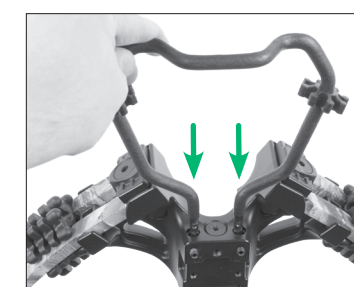

FIGURA 5
- 8a** Inserte las dos puntas del estribo (Parte J) en los orificios de montaje del estribo (Parte 13) en la empuñadura. Las ranuras de retención de la parte inferior del estribo deben alinearse con los orificios para tornillos de fijación de la parte inferior de las palas y el conjunto de la empuñadura. Vea la Figura 5.